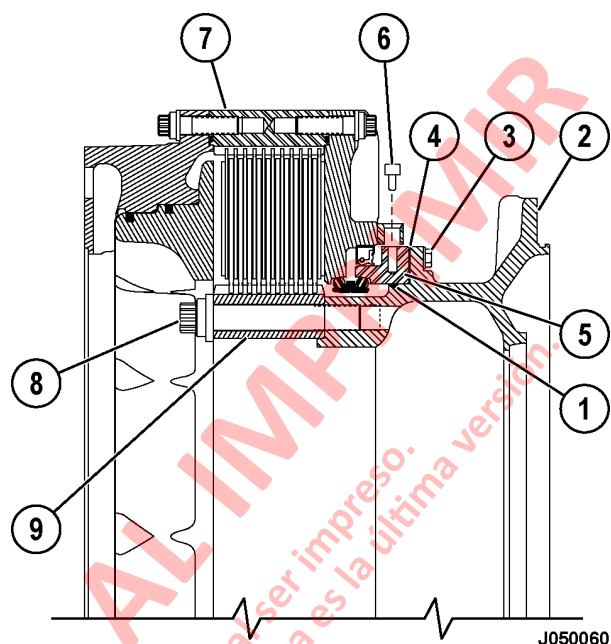

FIGURA 5-11. FRENO TRASERO, INSTALACIÓN DEL CUBO
23. Instale una junta tórica nueva (1, Figura 5-11) en la ranura del cubo.
25. Inserte las siguientes laines (4) entre la pestaña del cubo y el soporte del sello (5) en cada par de pernos (seis puntos):
26. Instale los pernos y las arandelas de seguridad (3) y apriételas firmemente.
28. Apriete los pernos (3, Figura 5-11) a **122 N·m (90 lb-ft)**.
29. Instale los pernos y las arandelas endurecidas (8). Será necesario retirar las barras de embarque del engranaje interno para acceder a algunos pernos. Apriete alternadamente los pernos a **2.705 N·m (1.995 lb-ft)**. Reemplace las barras de embarque.